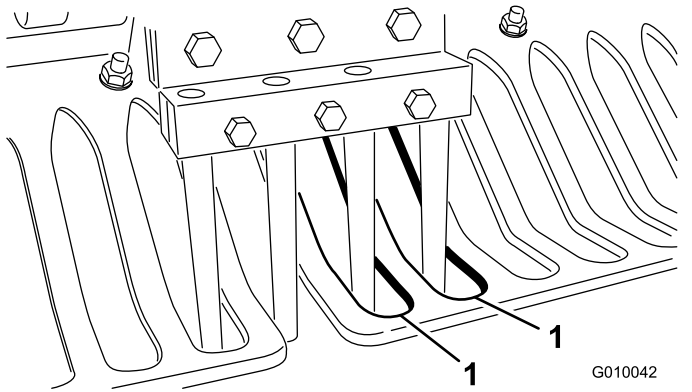

Bild 28
7. Stellen Sie sicher, dass die Tines mit der Mitte der Abstände in den Rasenschutzeinrichtungen ausgerichtet sind (Bild 28). Stellen Sie die Rasenschutzeinrichtungen ggf. ein und ziehen Sie die Muttern fest.